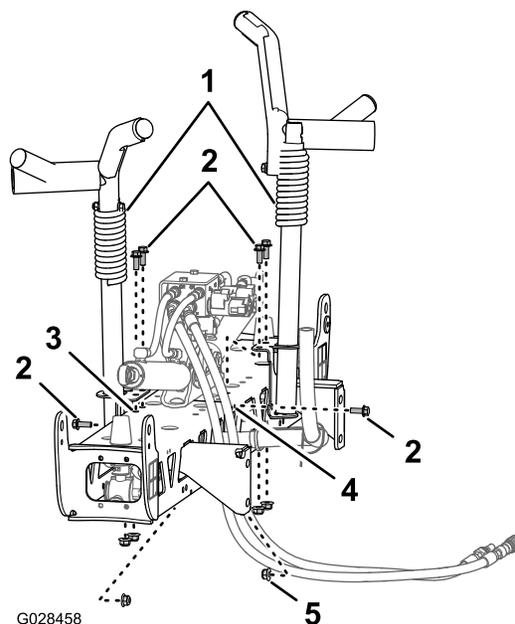
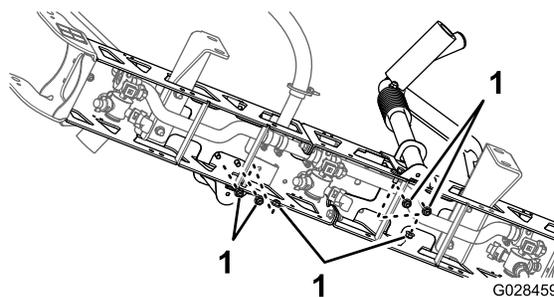

図 37
図 38
2. 移動走行用ブームクレードルをセンターブームに合わせる (図 37)。
3. ボルト $\frac{3}{8}$  x 1"6本とフランジナット $\frac{3}{8}$ "を使用して、クレードルをブームに固定する (図 37 と 図 38)。